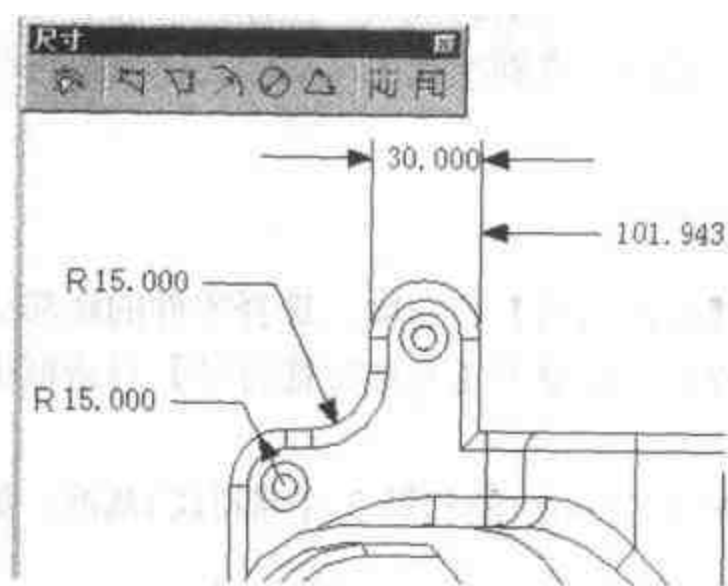

图 2.66 添加半径标注
- (3) 单击【半径标注】按钮, 添加如图 2.66 所示的两个半径尺寸。单击任何圆弧(除中点)时, 可以自动标出半径尺寸。